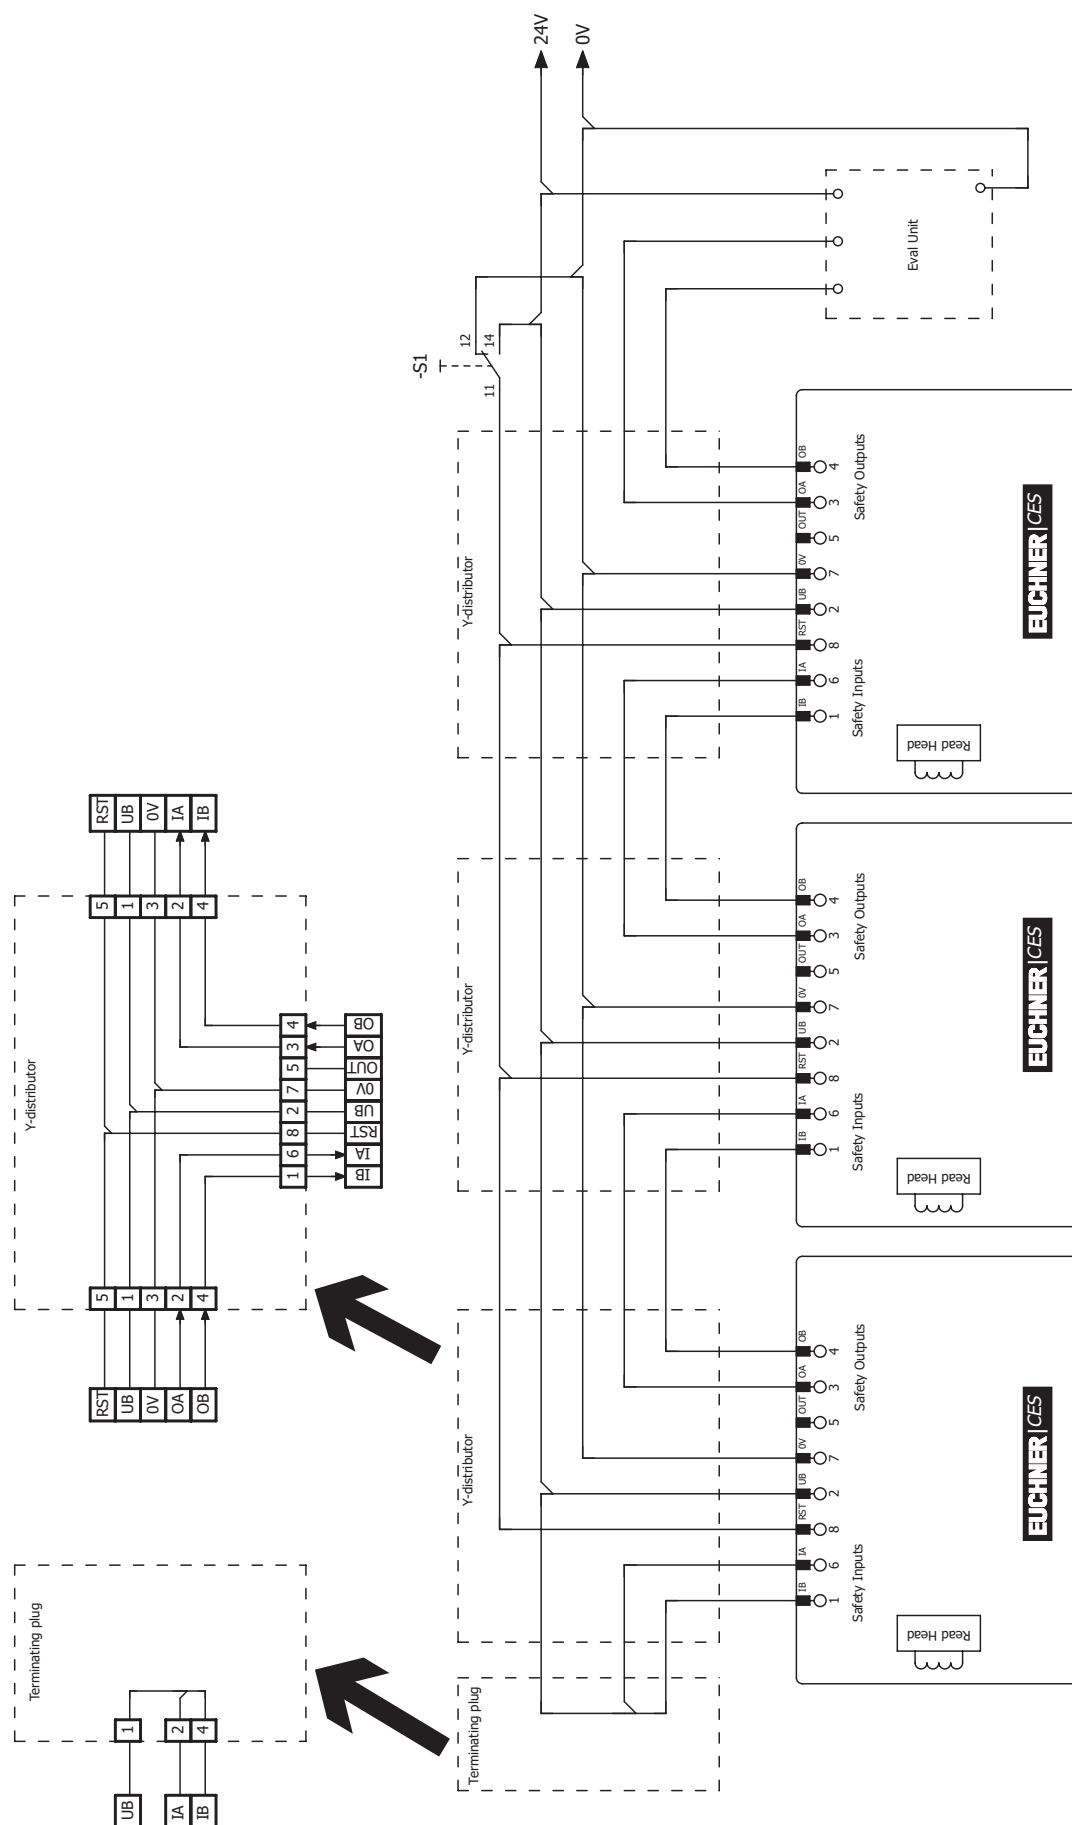

Fig. 4 : Exemple de raccordement pour montage en série avec réinitialisation et inverseur
- Il faut utiliser un signal commun pour tous les interrupteurs en série. Cela peut être un inverseur ou encore la sortie d'une commande / d'un automate. Un bouton ne convient pas car la réinitialisation en cours de fonctionnement doit toujours être sur GND (voir l'interrupteur S1 sur la *Fig. 4 à la page 20*).
Pour que cela soit possible, l'entrée RST doit être connectée comme indiqué sur la Fig. 4 à la page 20.